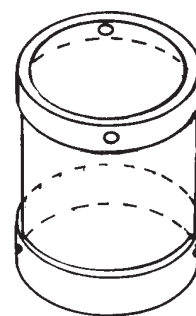

Fig.2
b) Faça dois furos de 2,5 mm concêntricos ao carretel, para posteriormente prender os mancais e o carretel à base. Esses dois furos devem ser feitos nas bordas do carretel (em cima dos batentes) (Fig. 2).